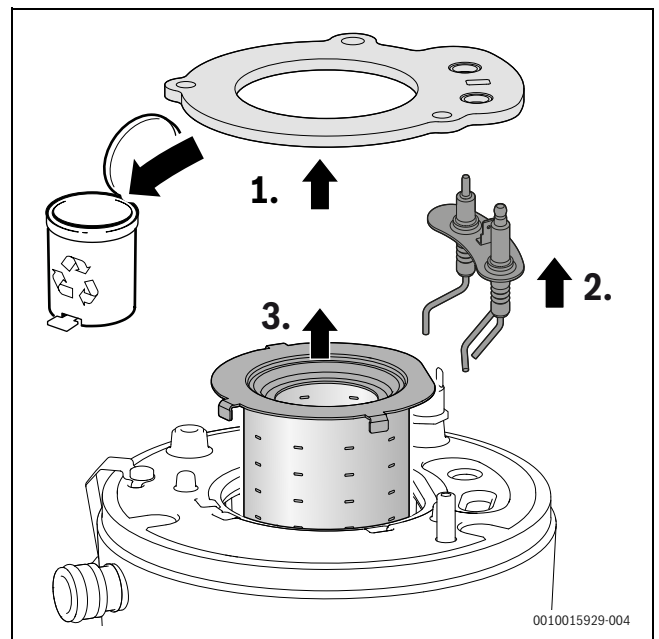

Bild 24 Brenner herausnehmen
- ▶ Dichtung abnehmen und entsorgen (→ Bild 24, [1]).
- ▶ Elektroden-Set abnehmen (→ Bild 24, [2]).
- ▶ Brenner herausnehmen (→ Bild 24, [3]).